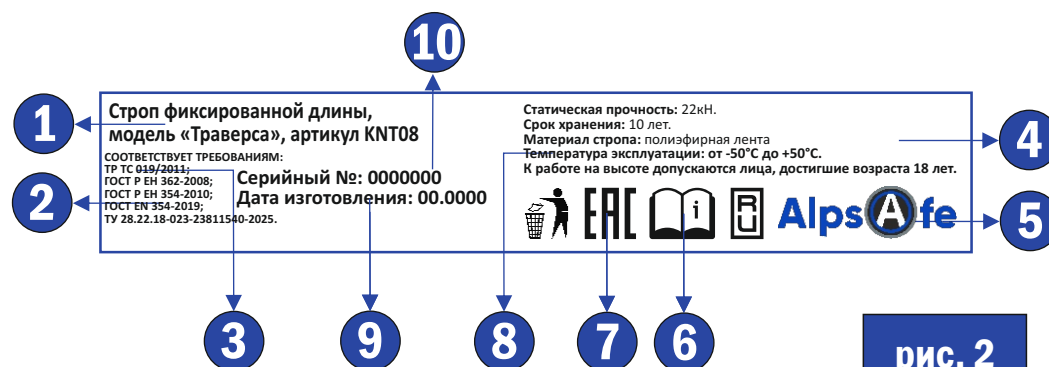

рис. 2
3. МАРКИРОВКА (рис. 2)
На изделии нанесена несмываемая маркировка со следующими данными (рис. 2):